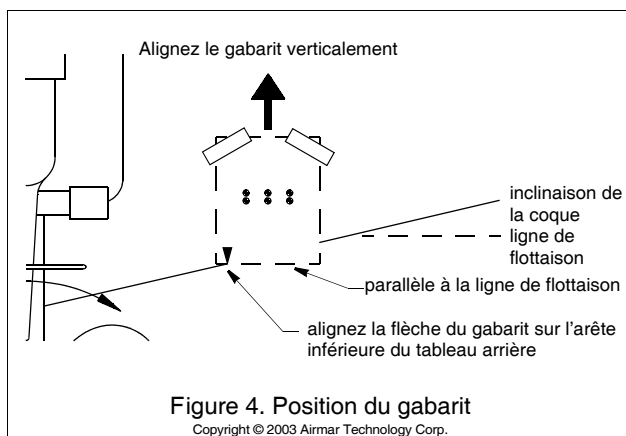

Figure 4. Position du gabarit
2. Positionnez le gabarit à l'emplacement sélectionné à tribord, en veillant à aligner la flèche sur l'arête inférieure du tableau arrière (voir Figure 4). *Vérifiez que le gabarit est parallèle à la ligne de flottaison avant de le coller à l'aide d'un ruban adhésif.*